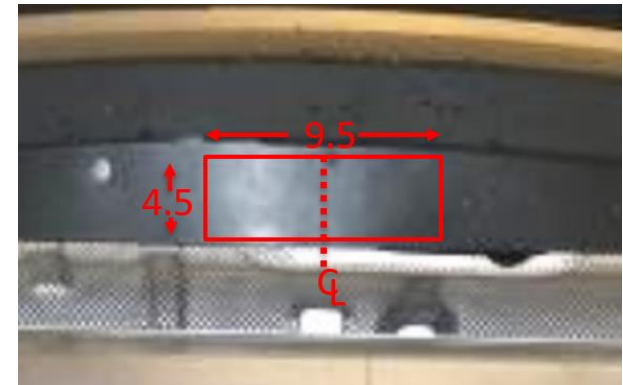

Figura 3
- Recorte y reinstalación de la fascia:** Marcar la línea central en la fascia y recortar el área como se muestra en la **Figura 3**. *No recorte en el área del soporte del sensor. Volver a instalar todos los fijadores, cables y la fascia que se quitaron en el Paso 1.